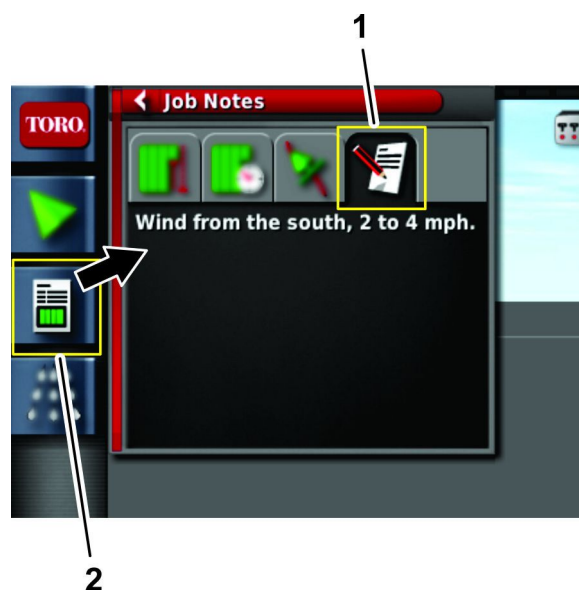

Figure 26
1. Cliquez sur l'icône Données des tâches (Figure 26).
2. Appuyez sur l'icône Job Notes (notes des tâches) (Figure 26).